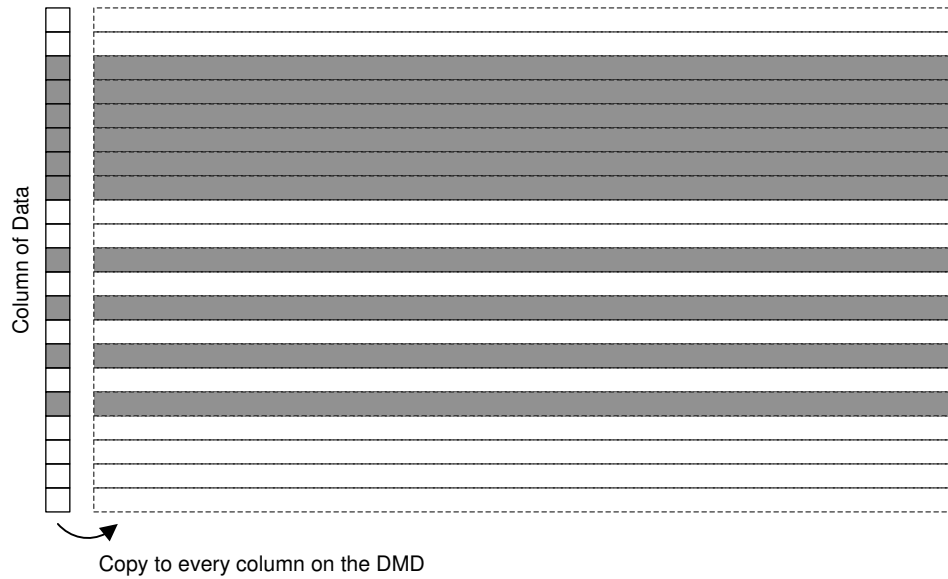
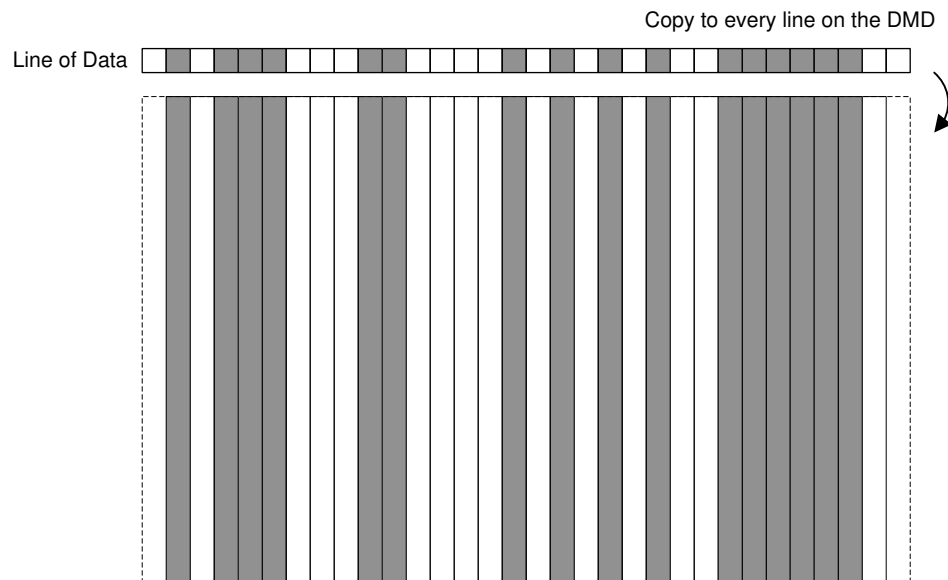

图 6-12. 列复制
图 6-13. 行复制
- 内部图形模式仅支持 1D 图形；也就是说，图形数据在 DMD 的整行或整列中是相同的（图 6-12、图 6-13）。